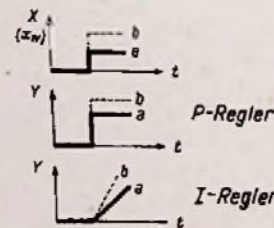

Bild 6. Übergangsfunktionen idealer P- u. I-Regler
beim P-Regler also systembedingt; man kann sie sehr klein machen durch Änderungen des Empfindlichkeitsfaktors und des Stellbereiches, aber man kann sie nicht zum Verschwinden bringen. Zur Erreichung dieses Zieles muß man sich Regler mit anderen Übergangsfunktionen aussuchen, die weiter unten beschrieben werden sollen. Die gegensätzlichen Forderungen nach schneller und möglichst genauer Regelung und hinsichtlich Stabilität (Vermeidung von Regelschwingungen) führen beim P-Regler zu der - hier nur zur Übersicht erwähnten - Forderung, daß ein solcher Regler dann zweckentsprechend arbeiten kann, wenn die Laufzeit (Verzögerung) in der Regelstrecke gering ist gegenüber der Verzögerung des Reglers. Bild 6 zeigt u. a. die Kennlinie eines idealen P-Reglers; einer sprunghaften Änderung der Regelgröße X von a nach b auf einen bestimmten Wert entspricht eine ebenso sprunghafte Änderung der Stellgröße Y von a nach b.
Bild 6 zeigt weiterhin die Kennlinie eines idealen integral wirkenden Reglers (I-Regler). Hier entspricht die Stellgeschwindigkeit der Stellgröße Y der Größe der sprunghaften Änderung von X. Im Normalfall ist beim I-Regler der Stellmotor tatsächlich ein Motor im üblichen Sinn, bei elektrischen Reglern also ein Gleichstrom- oder Wechselstrom-Servo-Motor, dessen Umdrehungszahl sich in einem linearen Zusammenhang zur angelegten Spannung befindet. Man verwendet hier aus diesem Grunde meist Motoren mit Wirbelstromläufern, da nur diese fast vollkommen gradlinige Spannungs-Drehzahl-Kennlinien haben (5).